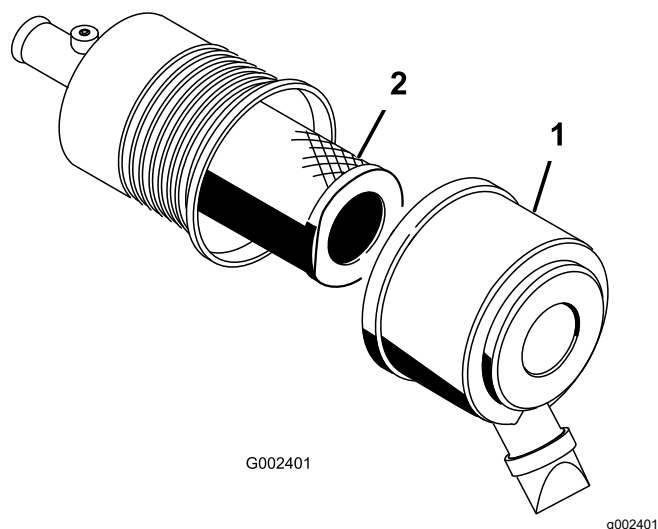

Figure 28
1. Déverrouillez le filtre à air et détachez le couvercle du boîtier du filtre (Figure 28).
3. Sortez l'élément filtrant du boîtier du filtre à air avec précaution (Figure 28).
5. Insérez le filtre sur le tube du boîtier avec précaution (Figure 28).
6. Reposez le couvercle du filtre à air, le côté en haut, et verrouillez-le (Figure 28).